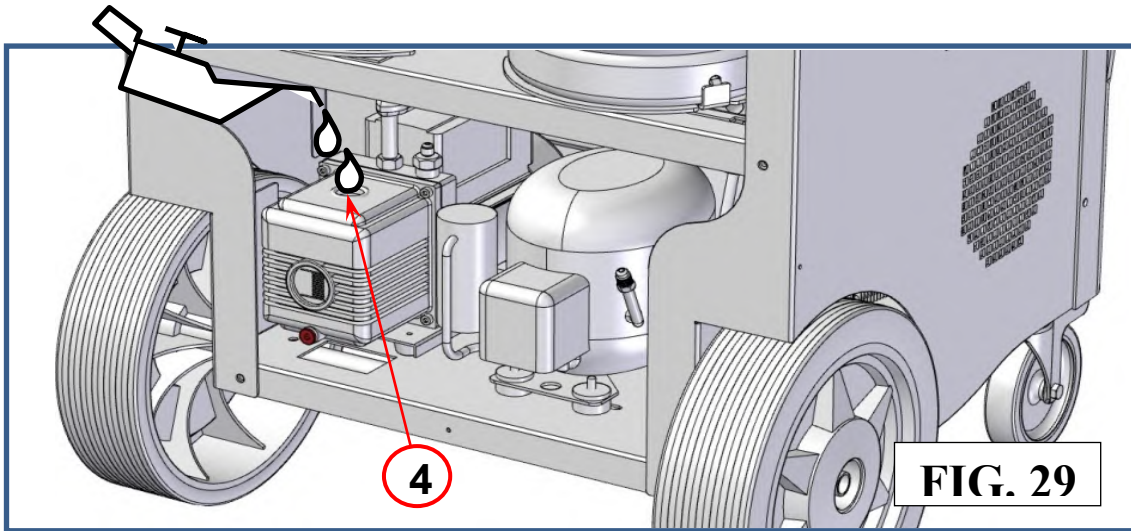

**FIG. 28**
Localice el tapón de llenado (ref. 3, Fig. 28) y atorníllelo completamente.